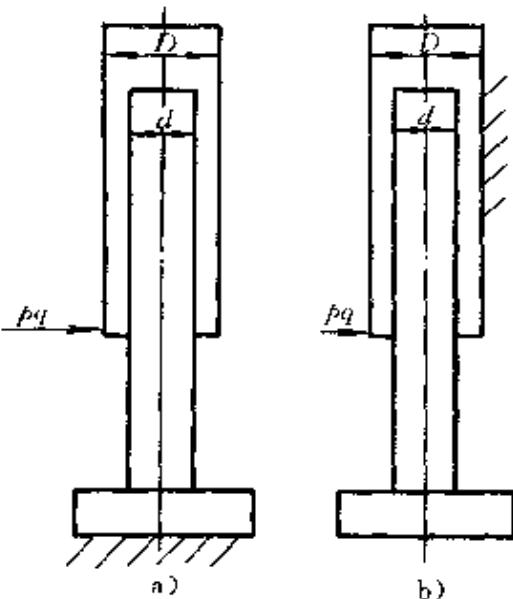

图 4-35 两柱塞缸分别为
**例 13** 图 4-35 为两个单柱塞缸。已知缸筒内径  $D$ ，柱塞直径  $d$ ，在输入两缸的流量和压力相同时，问当缸筒固定或柱塞固定时，它们产生的速度和推力是否相等？如何计算它们的推力和速度？若输入的压力  $p=2.5\text{MPa}$ ，输入的流量  $q=30\text{L/min}$ ，柱塞直径  $d=20\text{cm}$ ，求产生的速度和活塞的推力是多少？